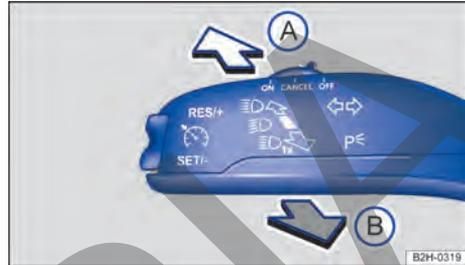

Fig. 72 En el lado izquierdo de la columna de dirección: palanca de las luces de giro y de la luz alta.
- Mueva la palanca de las luces de giro y de la luz alta desde la posición central hasta la posición deseada → Fig. 72:
- (A) Se enciende la luz alta.
- (B) Se acciona la guiñada o se apaga la luz alta. La *guiñada* permanece encendida mientras se tire de la palanca.